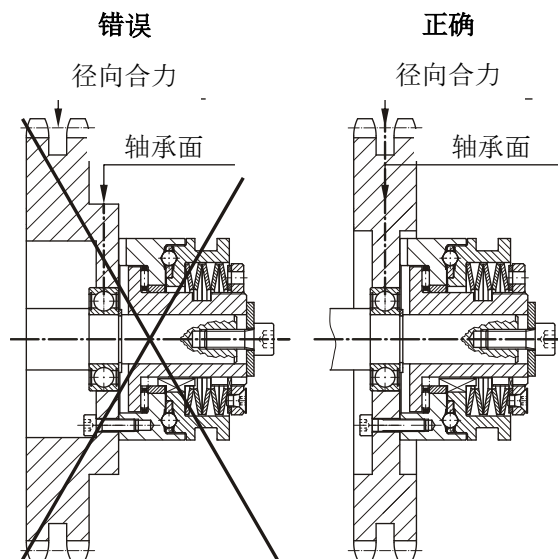

图 5
- ❑ 驱动元件上的径向合力应位于轴承面上，以免驱动元件卷边并由此避免压力法兰盘（2）卷边（图 5）。